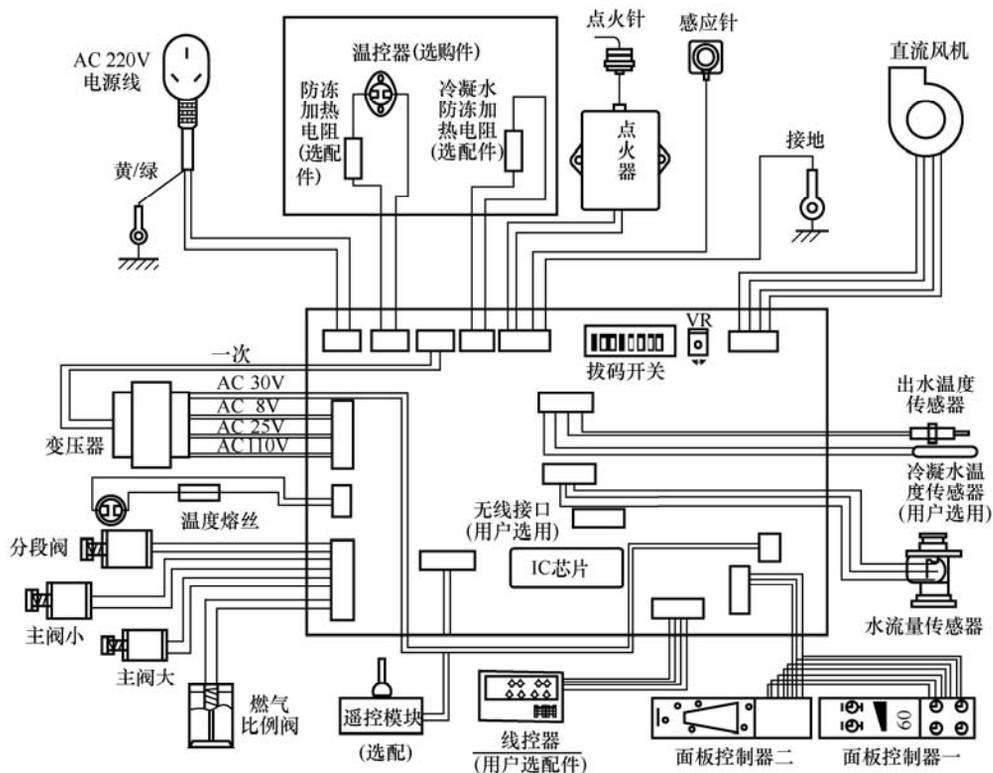

图 5-91 海尔 JSQ20-12TCS (R) A 型燃气热水器电气原理图
【要点点拨】海尔 JSQ20-12TCS (R) A 型燃气热水器故障代码如表 5-14 所示, 海尔 JSQ20-12TCS (R) A 型燃气热水器电气原理图如图 5-91 所示。